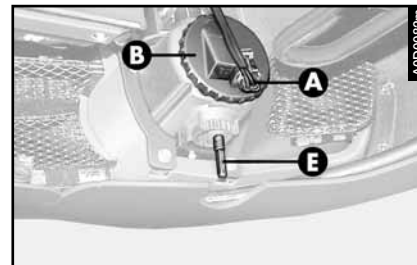

fig. 50
- desenchufar el conector (**A- fig. 50**) del grupo óptico;
**ADVERTENCIA** El tornillo (E- fig. 50) sirve para regular la orientación de los faros antiniebla.